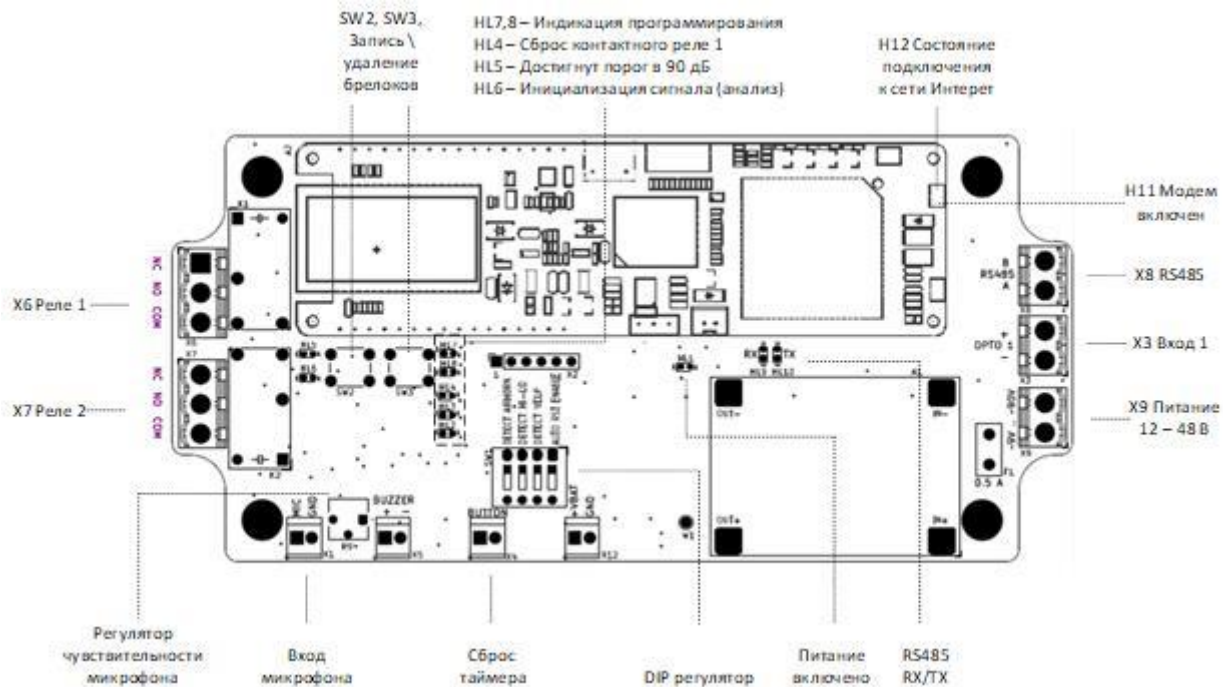

Рис. 3. Подключение исполнительного блока
1. Подключить исполнительный блок устройства к источнику питания (клеммы 1 и 2 разъема X9). *См.Рис. 3*
3. Подключить внешние устройства управления к клеммам X3, X6, X7, X8. *См.Рис. 3*
2. Включите сигнально громкоговорящее устройство, рекомендованное производителем на расстоянии 5 метров от исполнительного блока в одном из режимов: «HI-LO», «YELP», «WAIL», «AIR HORN» (в течении 5 секунд). После обнаружения должен загореться Н5 «зеленым» цветом, активировав реле. Реле можно деактивировать кнопкой «сброс». См. Рис. 3